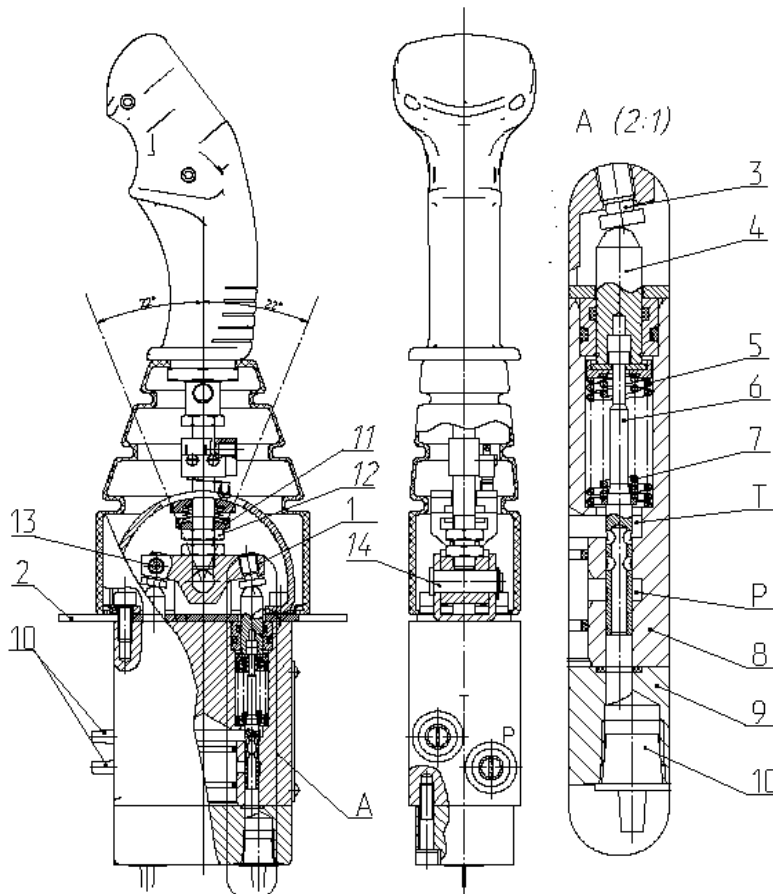

Рисунок 1 – Блок управления с одной рукояткой 250BHM.200 с фиксацией в любом положении:
1.7.1 Блоки управления 250BHM.200 (см. рис.1) выполнены в виде двух регуляторов потока и давления, расположенных в одном корпусе, работающих по принципу золотниковых редуцирующих клапанов, с давлением и потоком в рабочих отводах, определяемым положением рукоятки.